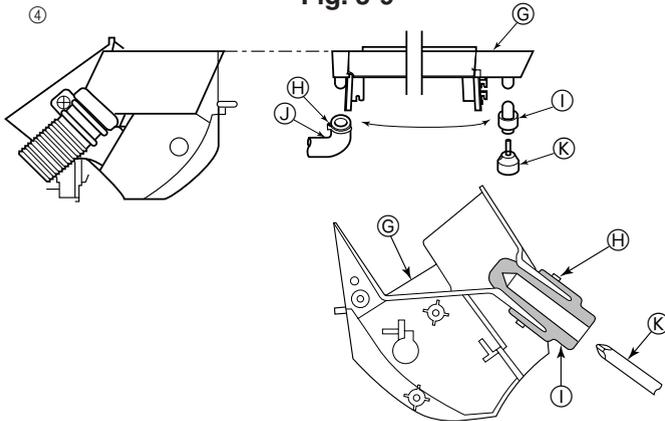

Fig. 3-10
- ④ Drenaj hortumu iki ayrı konumda bağlanabilir. En uygun konumu kullanınız ve gerekirse drenaj küveti, lastik tapa ve drenaj hortumunun yerlerini değiştiriniz. (Fig. 3-10)